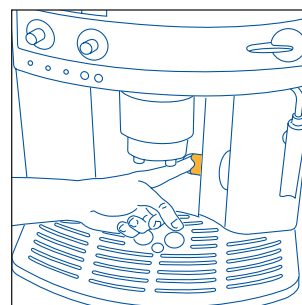
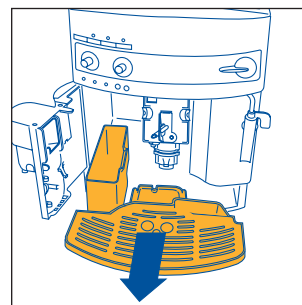

Fig. 15
Fig. 16
MERKNAD 7: Maskinen teller antall kopper kaffe som lages. For hver 14. enkelte kopp kaffe (eller hver 7. doble) tennes varselampen ☞ (og forblir tent) for å angi at beholderen for kaffegrut er full og at den må tømmes og rengjøres. Så lenge du ikke rengjør beholderen, vil varselampen være tent og det er ikke mulig å lage kaffe. For å rengjøre beholderen, åpne den lille døren på fremsiden av maskinen ved å dra i håndtaket (fig. 15). Dermed vil den blinkende varselampen ☞ tennes (se avsnitt 12, punkt 9). Trekk deretter ut dråpeoppsamlingskålen, (fig. 16) tøm den, og rengjør den deretter. Tøm og rengjør beholderen godt og pass på å fjerne alle rester som kan ha lagt seg igjen i bunnen. Tark også opp eventuelle kondensdråper på innsiden av maskinen under dråpeoppsamlingskålen
- Åpne den lille døren (fig. 15).
- Ta ut dråpeoppsamlings-skålen og grutbeholderen (fig. 16) og rengjør dem.